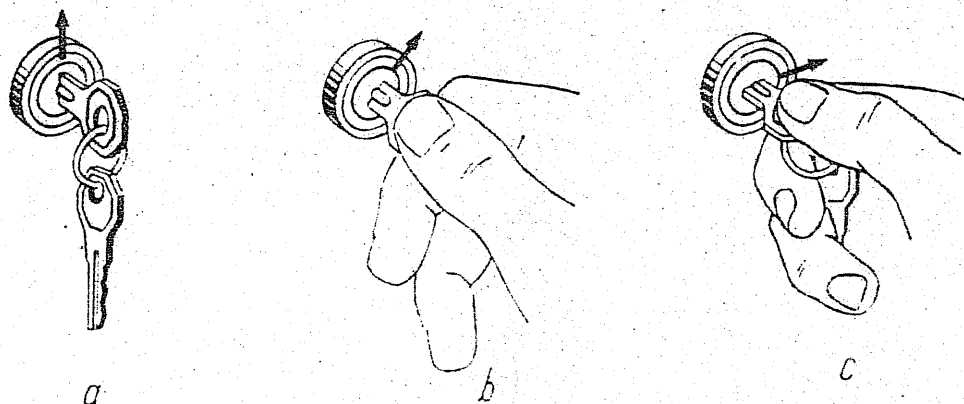

Bild 4. Stellungen des Zündanlaßschalters:
**Zündanlaßschalter 26.** Dieser hat vier Stellungen für den Zündschlüssel (Bild 4): Mittelstellung *a* — Zündung ausgeschaltet; erste Rechtsstellung *b* — Zündung eingeschaltet; zweite Rechtsstellung *c* — Zündung und Anlasser eingeschaltet; die linke Endstellung ist frei und kann für den Anschluß eines Radioempfängers bei seinem Einbau ausgenutzt werden.